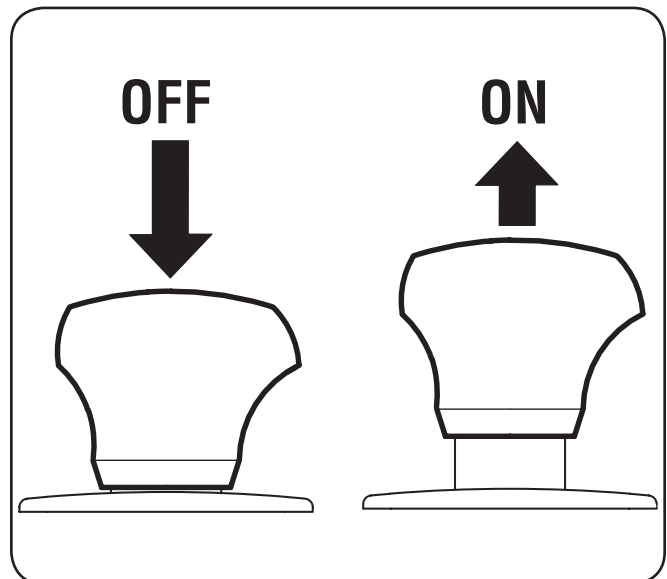

Figura 5-4
2. Tire de la perilla de la PTO/enganche de cuchilla hacia afuera hasta la posición ON (conectada). Consulte la Figura 5-4.